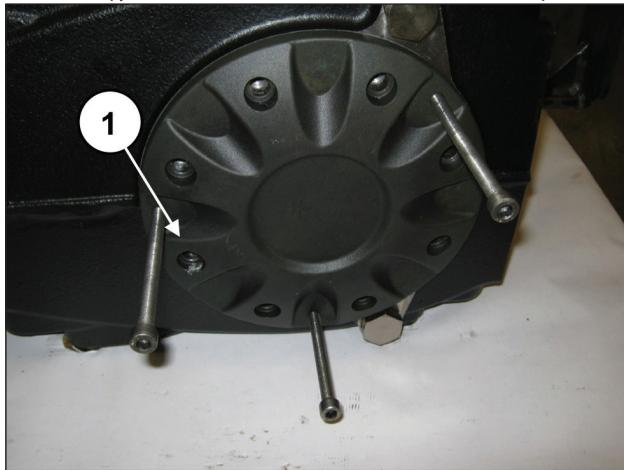

Рис. 28
Установите 3 штифта или резьбовых винта M8 (поз. ①, Рис. 28) с функцией съемников в специальные отверстия.